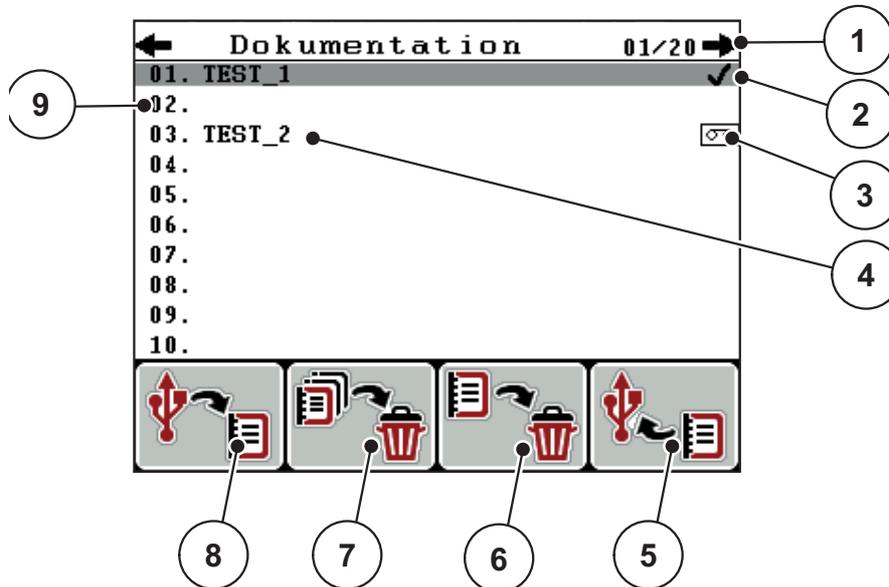

Bild 4.18: Menü Dokumentation
2. Funktionstaste **F4** drücken (Siehe Bild 4.18).
2. Funktionstaste **F1** drücken (Siehe Bild 4.18).
3. Funktionstaste **F3** unter dem Symbol **Löschen** drücken (Siehe Bild 4.18).
2. Funktionstaste **F2** unter dem Symbol **Alle löschen** drücken (Siehe Bild 4.18).